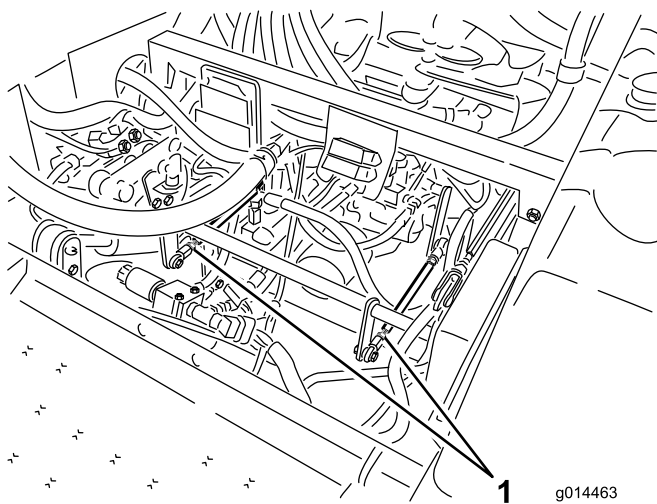

Figure 39
- Si la roue arrière gauche tourne, desserrez les écrous de blocage sur la tige de commande de transmission gauche (Figure 39).